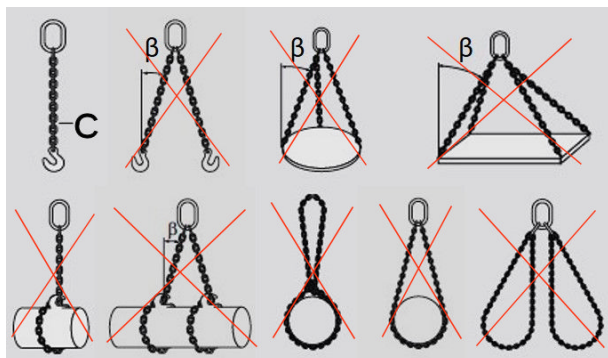

Figura 2: Métodos de elevação para lingas de corrente
Ajuste as lingas de corrente para elevar cargas, tal como ilustrado na Figura 2.
- ▶ Utilizar apenas o método de elevação (C) para lingas de corrente tal como ilustrado na Figura 2. Não ultrapassar o ângulo de inclinação máximo de 30°.